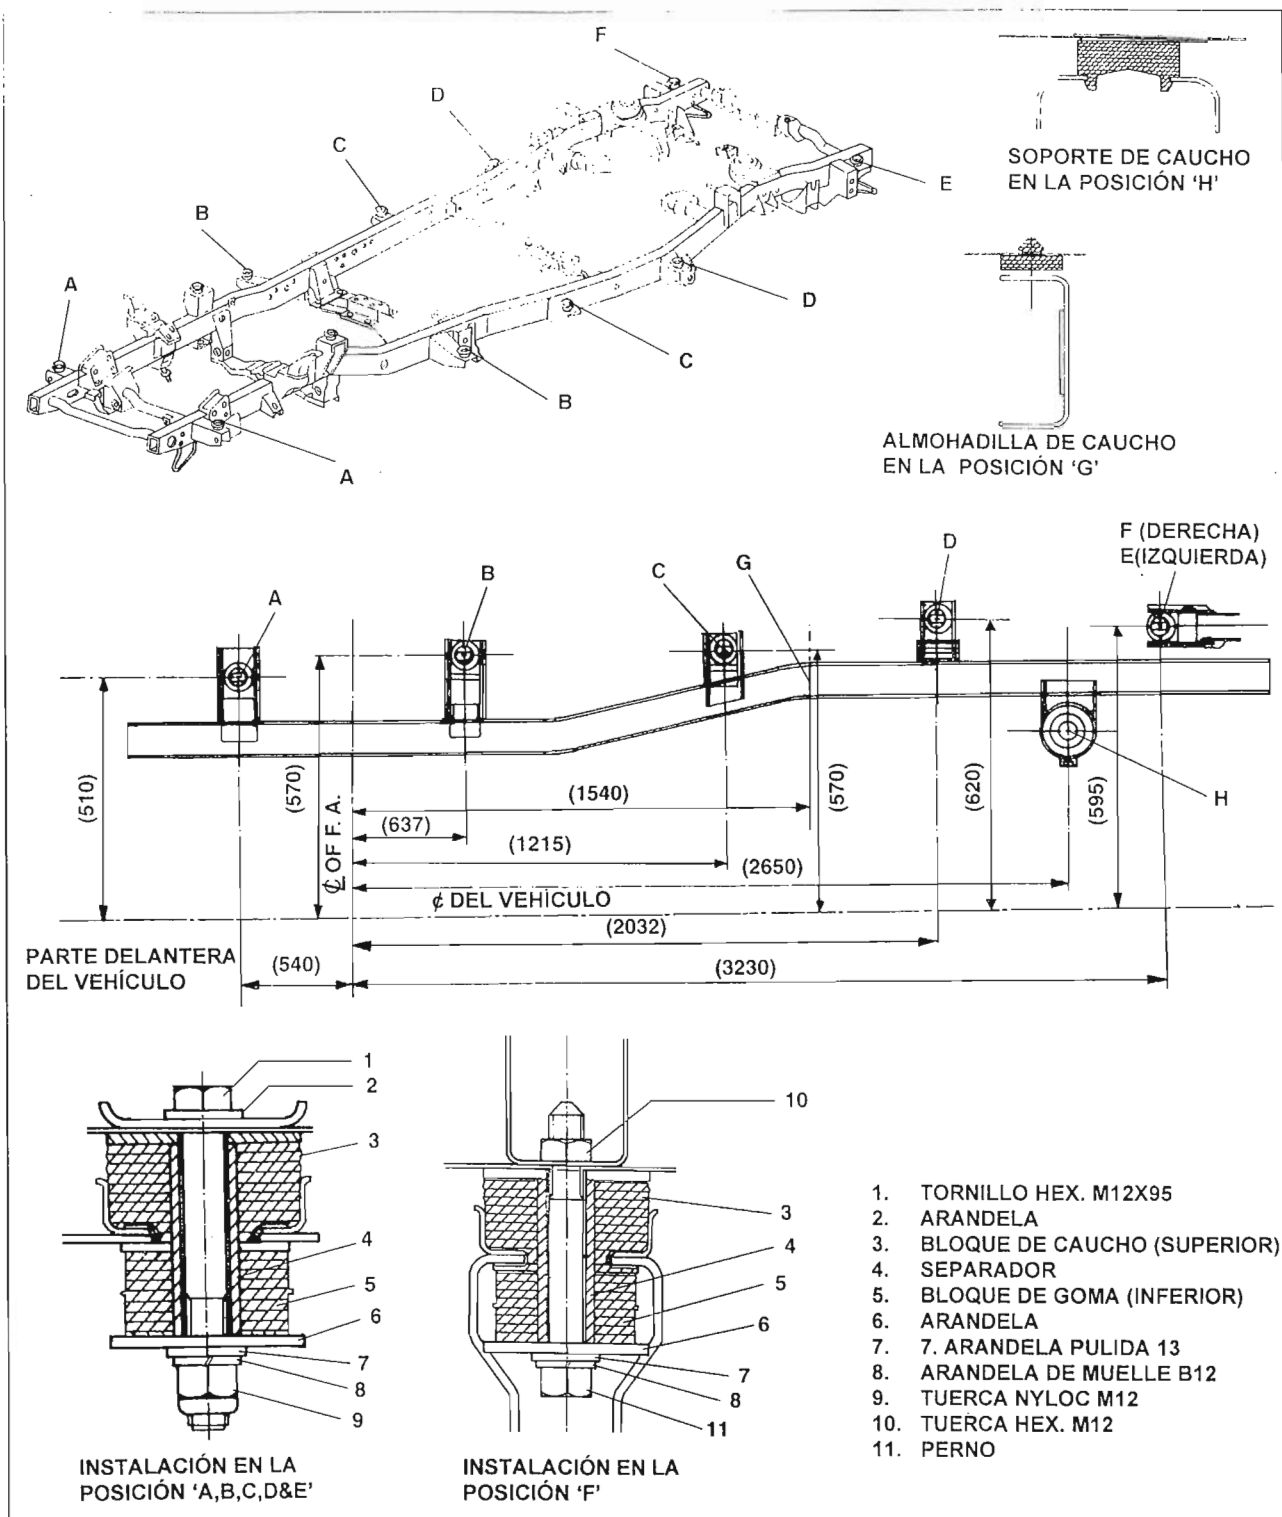

Fig. 28.
19. PUNTOS DE FIJACIÓN EN EL BASTIDOR (Fig.28)